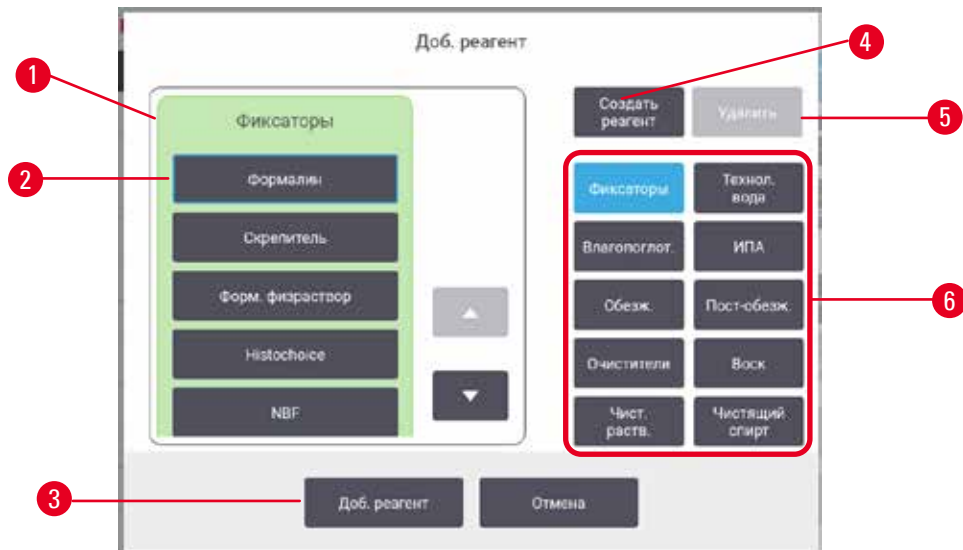

Рис. 69
1. Нажмите **Добавить реагент**. Появится диалоговое окно (→ Рис. 69) со списком всех типов реагентов, упорядоченных по группе реагентов.
- A. Нажмите **Добавить реагент**. Появится диалоговое окно (→ Рис. 69) со списком всех типов реагентов, упорядоченных по группе реагентов.